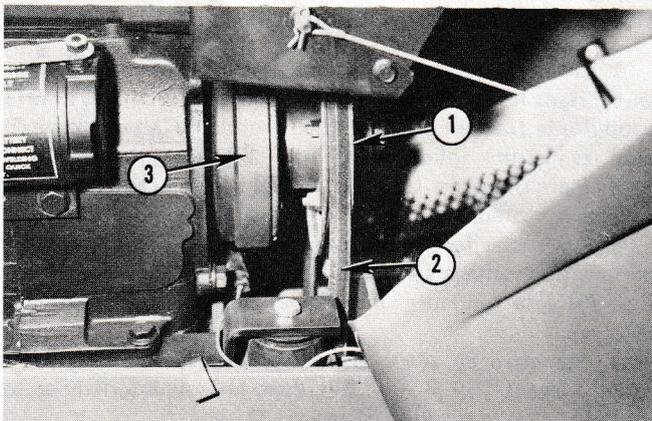

Fig. 38 – Montage de la tondeuse
6. Monter la courroie d'entraînement de la tondeuse (N° 2, Fig. 38) sur la poulie (N° 1) de l'embrayage d'entraînement d'instrument (N° 3).